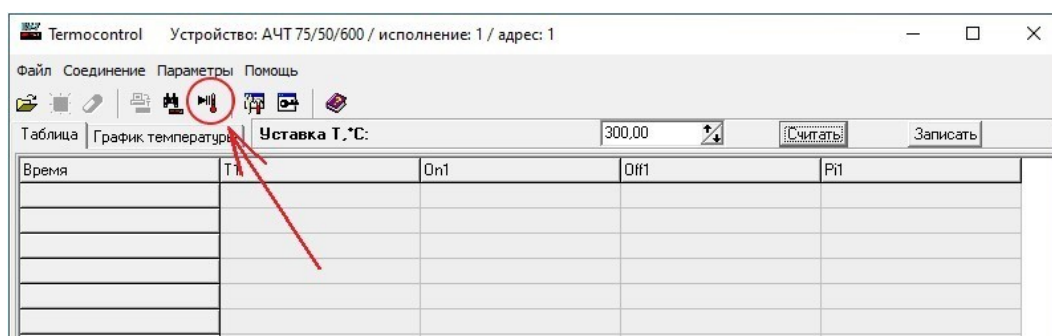

Рисунок 5 – Активация процесса нагрева для выхода на заданную температуру
3.2.5 Для вывода излучателя на температурную уставку, считанную программой из памяти излучателя, необходимо нажать кнопку "Запустить/остановить нагрев" (рисунок 5).